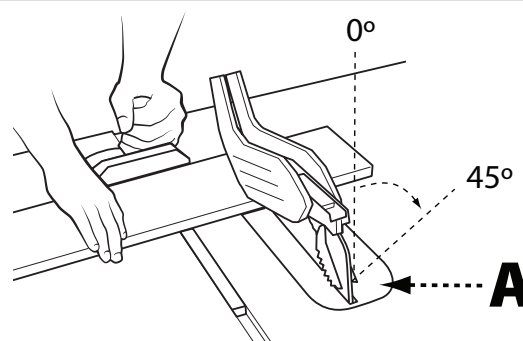

FIGURA 24
El corte transversal biselado es igual al corte transversal excepto que el ángulo de biselado (A) se ajusta a un ángulo distinto a 90°. Cuando realice un corte transversal biselado, coloque la galga de inglete en la ranura de inglete derecha de modo que la hoja se incline lejos de la galga y las manos. Vea la Figura 24.